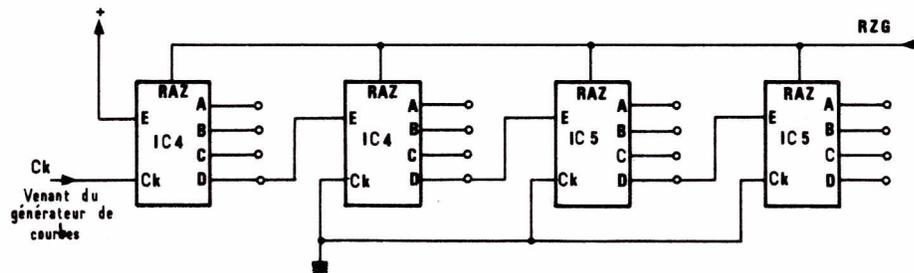

Figure 6 : Module de comptage.
4) Le circuit de comptage est constitué de quatre décades intégrées dans deux circuits CD4518 IC n° 4 et 5. Les impulsions sont données par le circuit imprimé n° 1 générateur de courbes et l'impulsion de remise à zéro est donnée par le dernier monostable RZG. C'est la seule fonction de ce circuit. La figure 6 décrit le schéma électrique de ce module qui attaque ensuite le circuit de transfert et d'affichage.